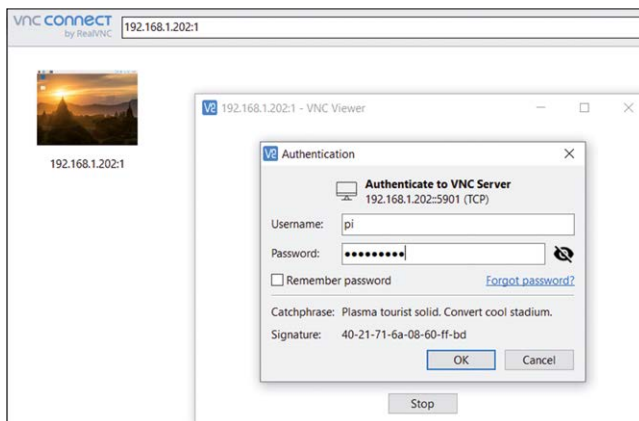

Figure 2.8 Démarrez le TightVNC et entrez l'adresse IP
- Démarrer **Visionneuse TightVNC** sur votre PC et saisissez l'adresse IP du Raspberry Pi (voir la figure 2.8) suivie de :1. Cliquez **Connecter** pour vous connecter à votre Raspberry Pi.